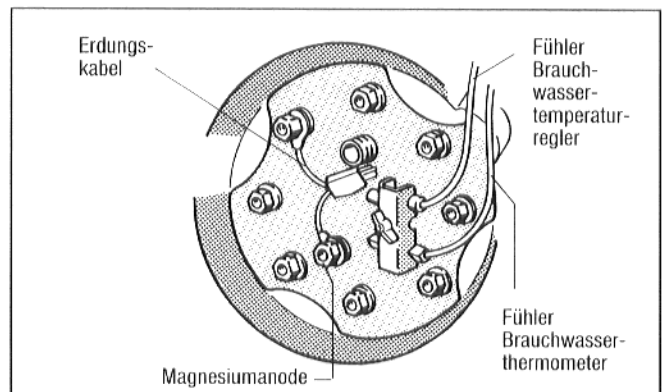

Abb. 8
- Flügelmutter der Fühlerbefestigung lösen, Fühler entsprechend ihrer geometrischen Form in das Halteblech einsetzen (Abb. 8).
- Prüfen, ob Erdungskabel der Magnesiumanode an einer der Befestigungsschrauben des Handlochdeckels angeschlossen ist (Abb. 8).
- Stecker am Erdungskabel mit Kabel von Regelgerät verbinden (Abb. 8).